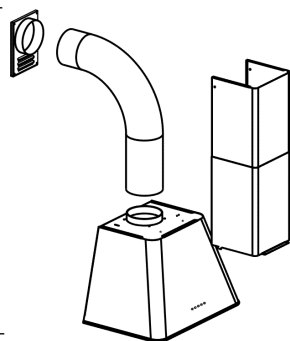
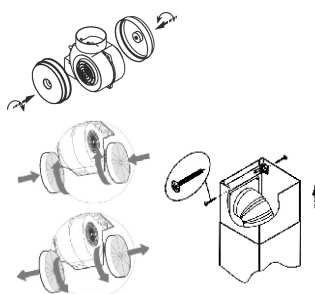
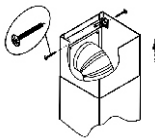

рис. 7
рис. 8
рис. 9
6.3 В зависимости от режима эксплуатации кухонной вытяжки соедините вентилятор с вентиляционной решеткой воздуховодом (рис. 7) или установите на вентилятор угольные фильтры. Угольные фильтры устанавливаются на защитные решетки корпуса вентилятора (рис.8).
6.4 Установите фальштрубы (рис. 7). Выдвиньте верхнюю фальштрубу, оденьте ее на кронштейн (рис. 9) и закрепите самонарезающими винтами.